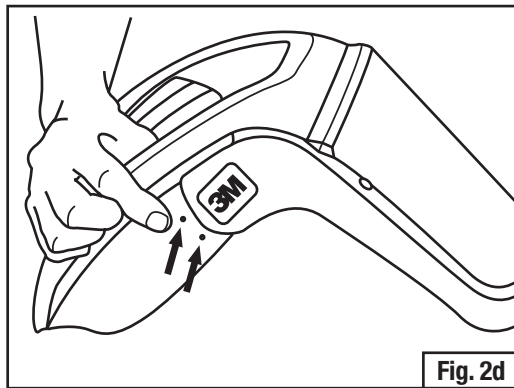
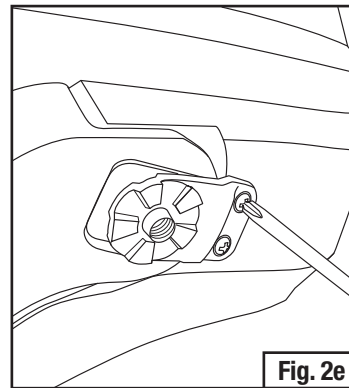

Fig. 2d
Fig. 2e
- Installer la came et le goujon de pivot sur le cadre de la visière. S'assurer que la came et les goujons de pivot sont installés sur le bon côté de la pièce faciale en regardant l'étiquette sur chaque came et goujon de pivot (L pour gauche et R pour droit) (Fig. 2c). Aligner les trous de vis de la came et des goujons de pivot avec les trous de guidage sur la calotte de la pièce faciale. S'il s'agit d'une nouvelle installation, placez les points de fixation des protecteurs d'oreilles à l'extérieur de la calotte du casque (Fig. 2d). Remarque : Des encoches auxquelles on fixe les protecteurs d'oreilles sont visibles à l'extérieur de la coque de la pièce faciale des séries M-400 et M-300. Sur la pièce faciale M-200, les encoches peuvent ne pas être aussi visibles à l'extérieur de la coque. Utiliser un stylo ou un tournevis pour appuyer doucement sur les points de fixation des vis afin d'amorcer le trou (faire une encoche). Ainsi, il sera plus facile de visser une vis dans la coque. Installer les vis à l'aide d'un tournevis manuel à pointe cruciforme de taille appropriée et serrer manuellement jusqu'à ce qu'elles soient fixées (Fig. 2e).